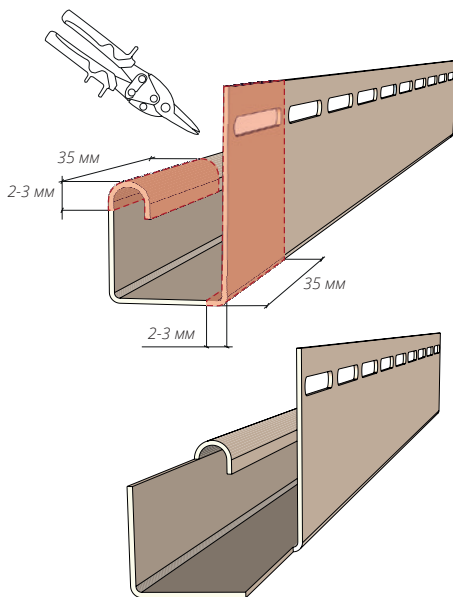
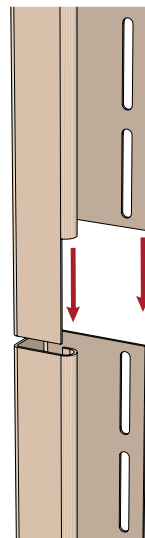
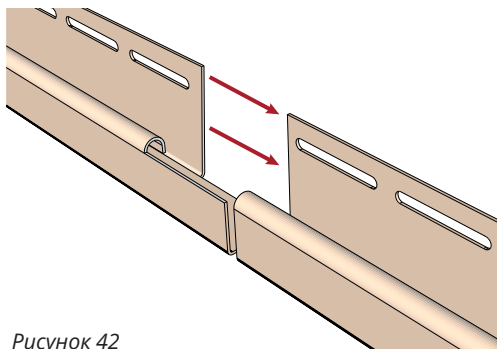
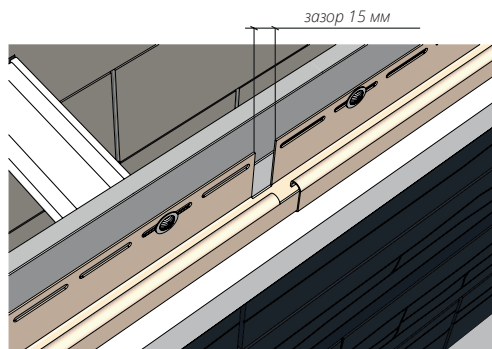

Рисунок 39
Рисунок 40
Рисунок 42
Рисунок 43
- 13.4** В случае если высота угла здания превышает длину J-профилей, образующих внутренний угол, их необходимо подрезать согласно Рис. 39. Смонтировать согласно общим правилам монтажа (Рис. 40, 41).
- 14.1** В случае необходимости соединения J-профилей 7/8 между собой горизонтально сделайте подрез одного из соединяемых J-профилей согласно Рис. 39, далее смонтируйте J-профили 7/8, оставив зазор на тепловое расширение 15 мм (Рис. 42, Рис. 43), соблюдая общие правила монтажа.